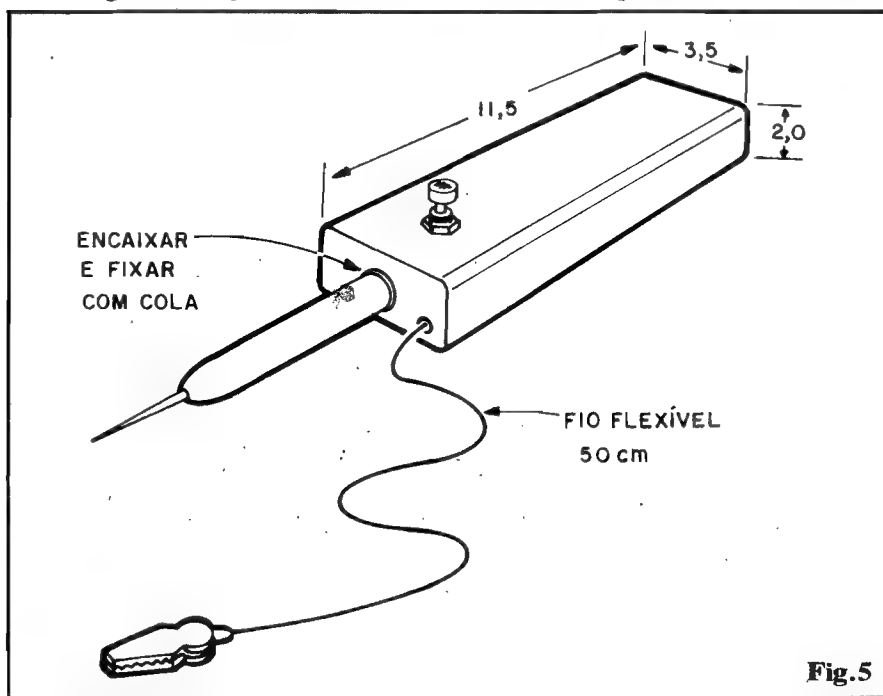

Fig.5
- **FIG. 5 - O "ENCAIXAMENTO" FINAL** - Se a plaquinha e o suporte de pilhas forem dispostos "em linha", um **container** estreito e longo, conforme sugerido na figura, servirá perfeitamente para o encapsulamento final do circuito... Observem as dimensões gerais (mínimas) sugeridas, e notem que também uma caixa cilíndrica servirá, até eventualmente aproveitada de embalagens vazias de cosméticos, remédios, etc. A ponta de prova poderá ser fixada no centro de uma das extremidades da caixa, usando-se o adesivo de **epoxy**. Nessa mesma face do **container** pode ser feito um pequeno furo para a passagem do cabo que vai à garrinha "jacaré" (dar um